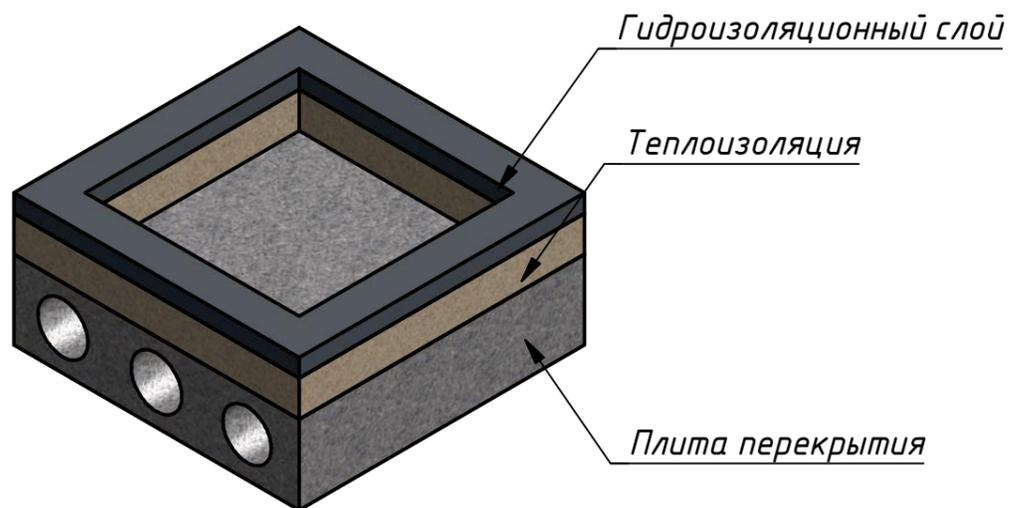

Рис. 25
4.6.1. Прорубание гидроизоляционного слоя, выемка существующей теплоизоляции (рис. 25). Теплоизоляция и гидроизоляция вынимаются на 20 см больше размера отверстия под CEO с каждой стороны. Размеры отверстия под световоды в перекрытии приведены в таблице 2.